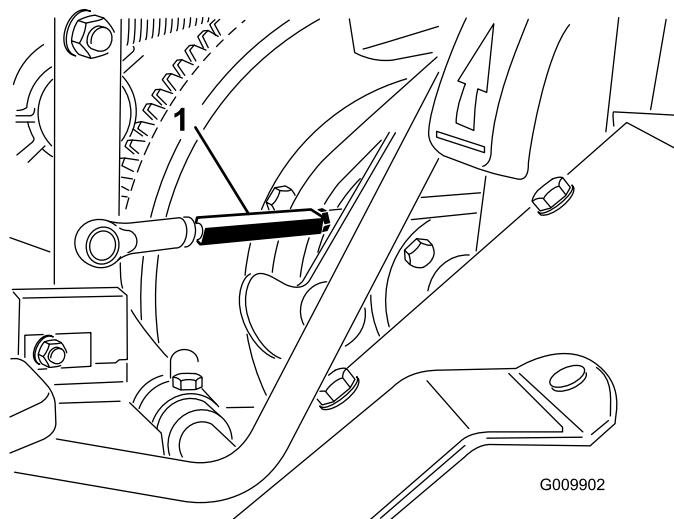

Figura 58
2. Afloje las contratuercas en ambos extremos del barrilete de la varilla de tracción (Figura 58).